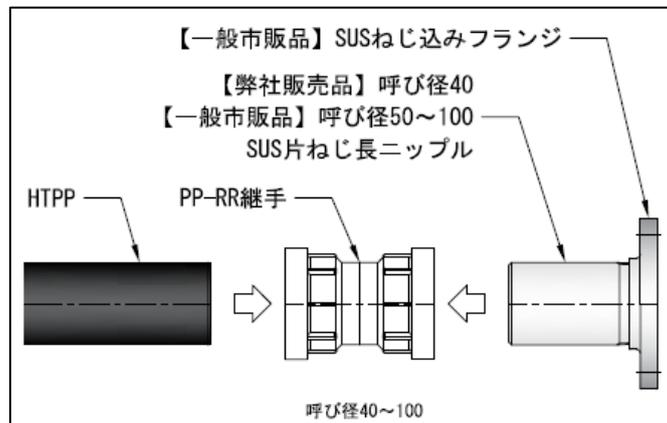

図 8 : 呼び径 40~100 フランジとの接続
- ・フランジ接合は、SUS 片ねじ管を使用してフランジに変換し、上記と同様に SUS 管と HTPP-RR 継手とゴム輪接合します。(図 8)